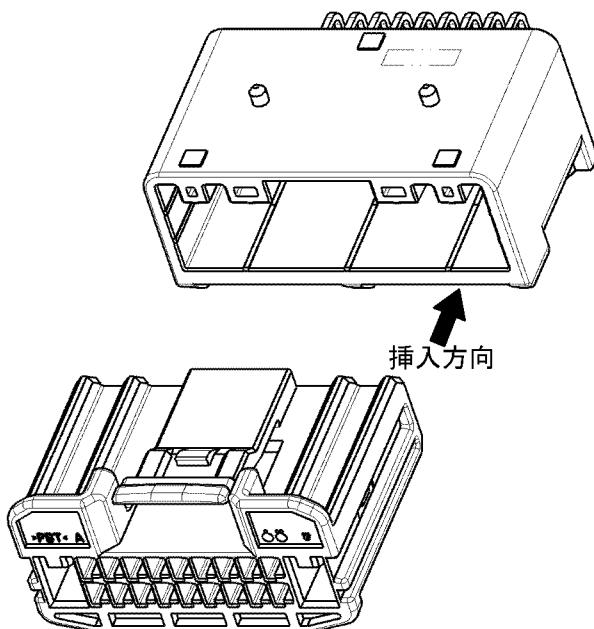

Fig.17
- (1) 端子のハウジングへの装着状態、電線の束ね位置は正しいか、またリテナーが本係止状態になっていることを確認して下さい。仮係止状態になっている場合は本係止状態にして下さい。(6.2 ダブルロック(二重係止)作業参照)。
- (2) 次に、端子の変形、変色、傷、錆、ハウジングの変形、割れ、欠損、変色等の異常がないか確認して下さい。
- (3) 指定のメス・ハウジングをオス・コネクタにFig.17 のような向きに真っ直ぐ挿入して下さい。